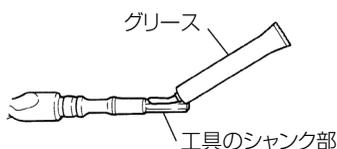

図 3
- (1) 工具のシャンク部をきれいにふき、グリースまたは機械油を塗布します。(図3)